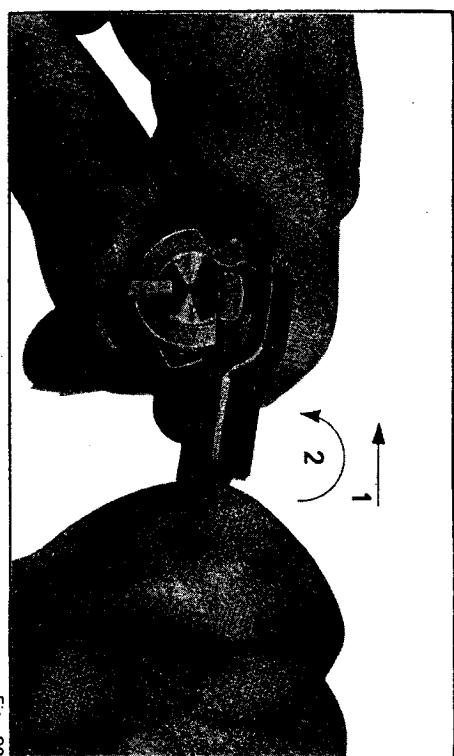

Fig. 82
1. Introdurre la punta dell'attrezzo combinato 109 tra l'estrattore ed il piolo estrattore, freccia n. 1 fig. 82.
2. Ruotare l'attrezzo combinato come indicato nella fig. 82, freccia n. 2, per agganciare l'estrattore e smuoverlo dalla sua sede (estrazione parziale), togliere l'attrezzo combinato.
1. *Insert tip of combination tool 109 between the extractor and the extractor pin as shown by arrow n° 1 in figure 82,*
2. *rotate the combination tool as shown by arrow n° 2, figure 82, to hook the extractor and move it from its seating (partial removal).*